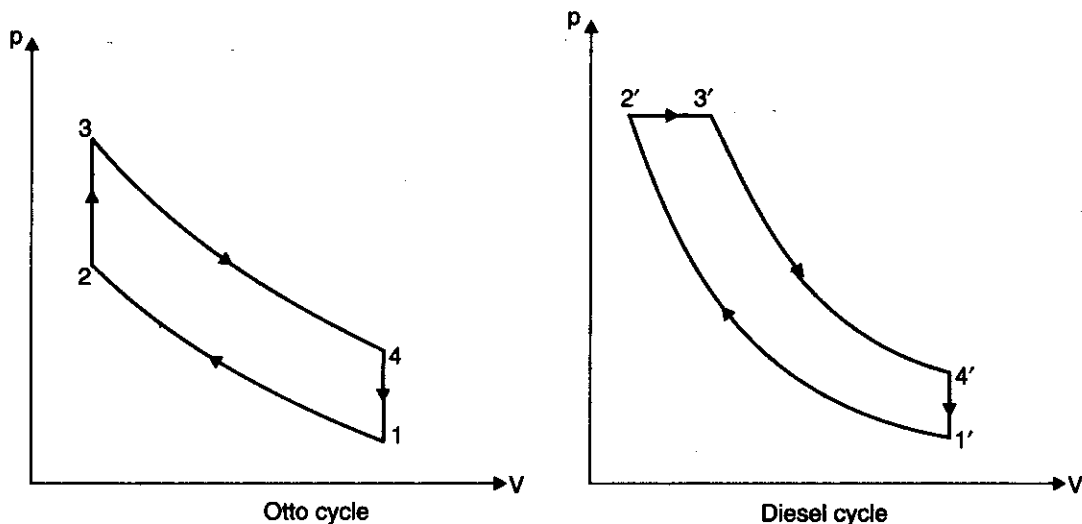

Fig. 13.14
**Solution.** Refer Fig. 13.14.